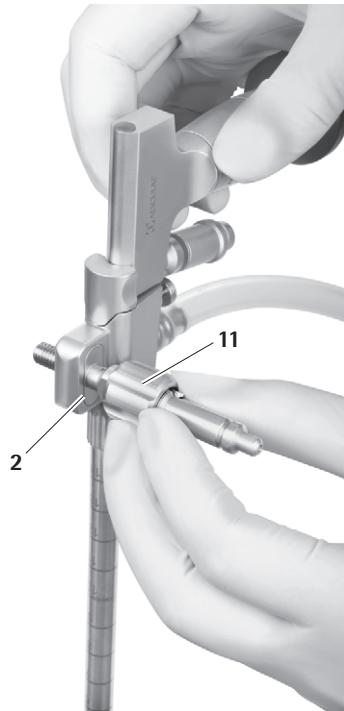

Fig. 18
- Holdearmsadapteren 11 kan efter ønske indsættes i højre eller venstre boring, indtil flangen går i indgreb i noten 2 til fastgørelse af holdearmen, se Fig. 18.